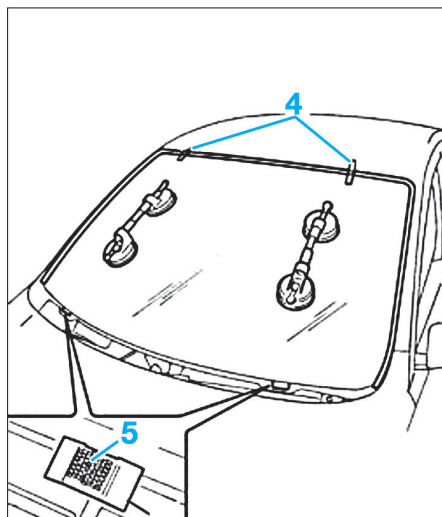

FIG. 4
- Ajuster les tampons (5) (Fig.4).